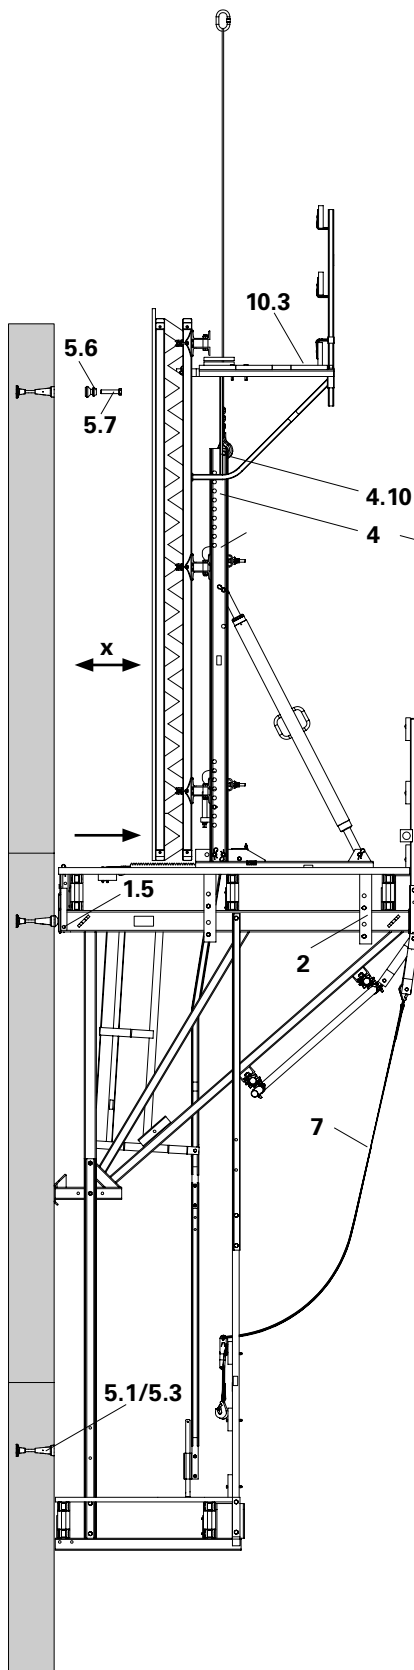

Fig. B4.01
8. Abrir la plataforma de hormigonado (10.3) sobre el perfil vertical. Enganchar la unidad de trepado en el perfil vertical (4). (Fig. B4.01)